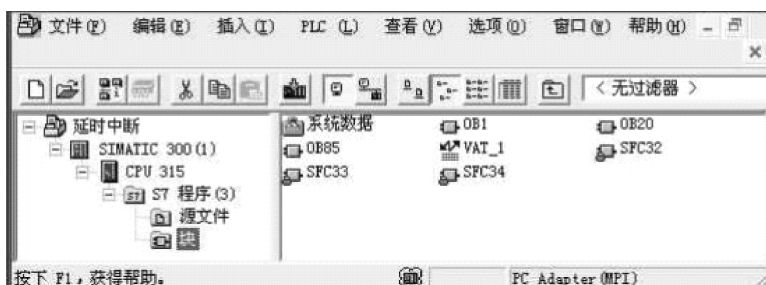

图 5-43 完成的 OB1、OB20 和 OB85 后管理界面里的块目录
4) 完成 OB1、OB20 和 OB85 后管理画面的块目录如图 5-43 所示。